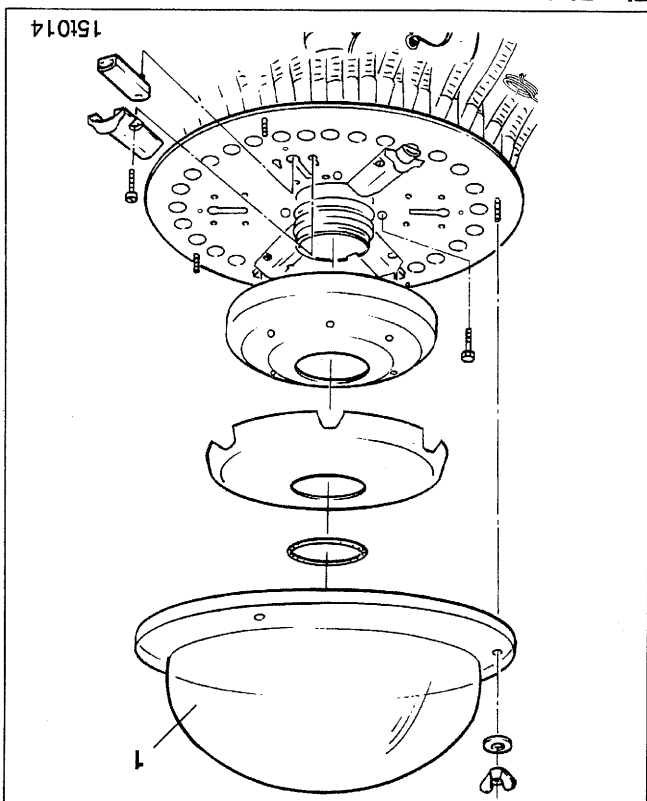

Fig. 50.9
- déposez le dôme extérieur (fig. 50.9/1) de la tête de distribution.